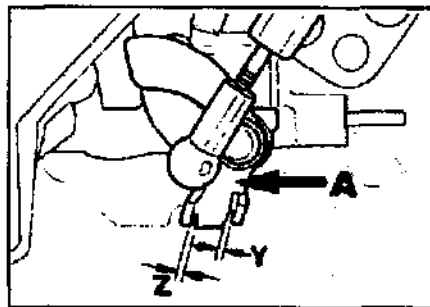

Рис.6 Пневмопривод II камеры.
- Замерить зазоры в показанных точках (Рис.6).
- При необходимости подогнуть рычажки (Рис.6).